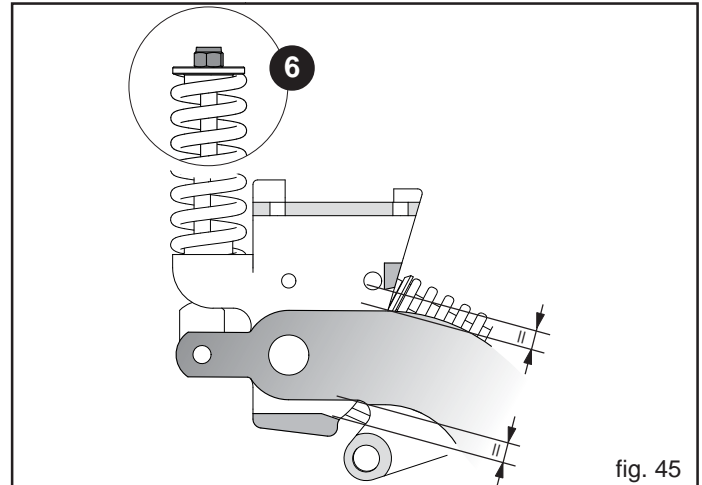

fig. 45
- 3) Prüfen Sie, dass sich das Säaggregat gegenüber den oberen und unteren Scharanslag in der mittleren Position befindet (Abb. 45).
- 4) Eventuell alle Trimmungsfedern durch die Mutter (6, Abb. 45) einstellen bis die Position im Punkt 3) beschrieben, erreicht wird.